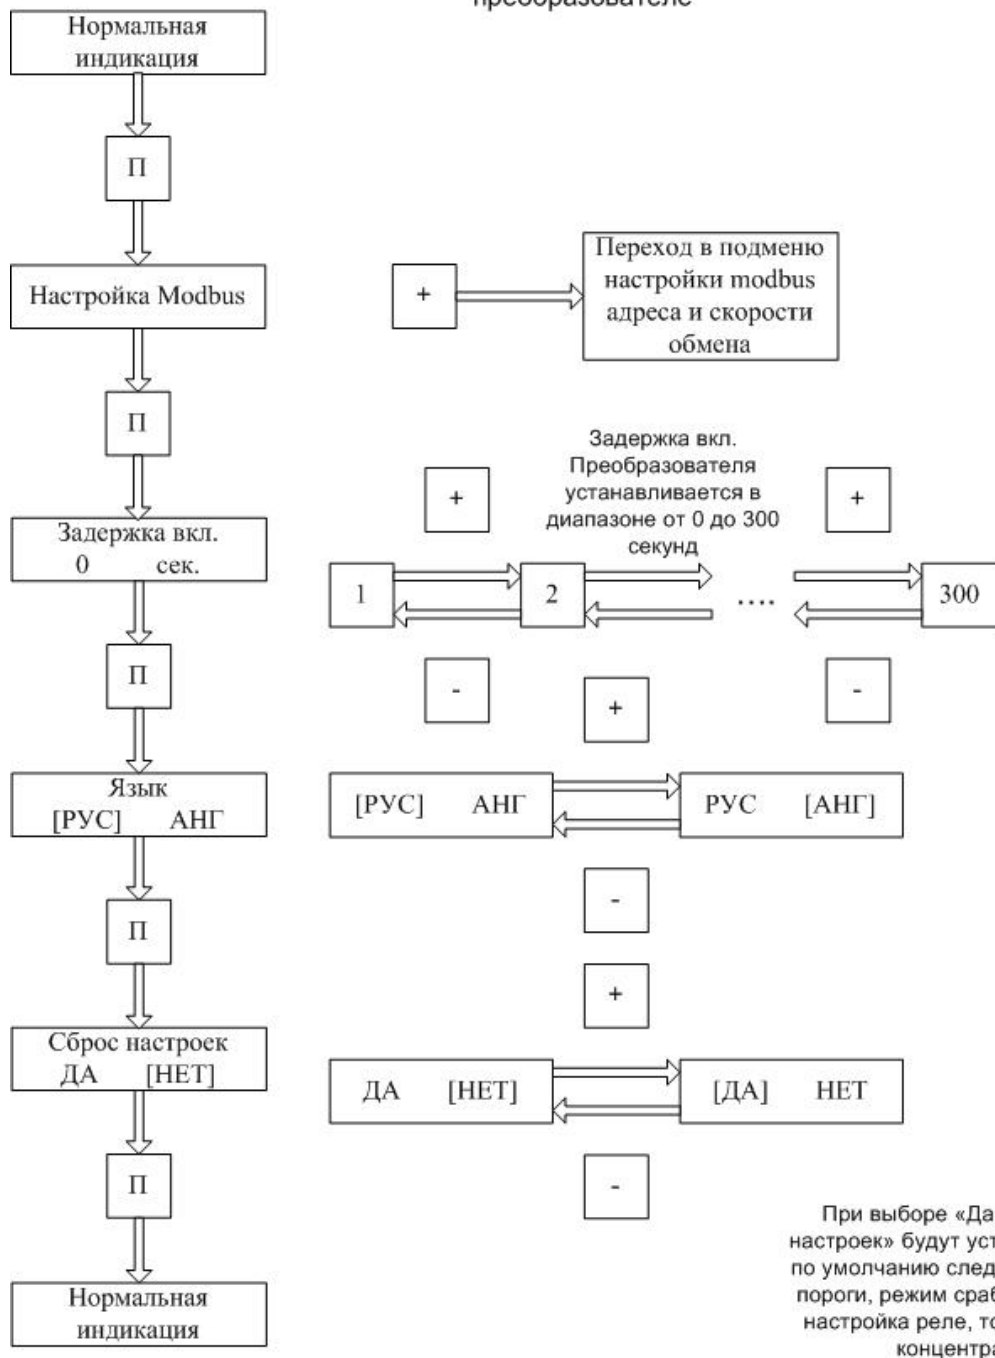

Рис. 9 – Меню настройки прибора без преобразователя
6.6.8 При отключенном преобразователе меню газоанализатора ССС-903 имеет следующую структуру (рисунок 9).